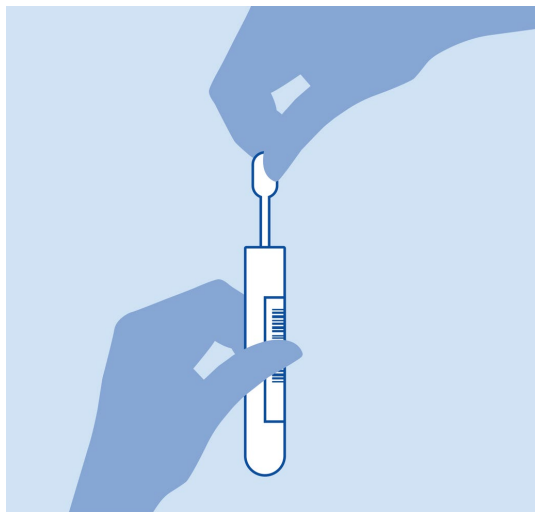

Figura 7. Aspirando a amostra para a pipeta de transferência fornecida.
- Abra o tubo com a amostra a ser testada. Use a pipeta de transferência fornecida para extrair o fluido até a segunda linha de preenchimento na pipeta (ou seja, 200 µl) (Figura 7).